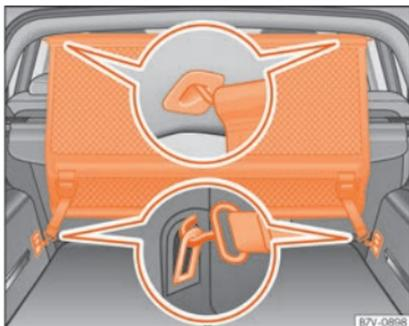

Fig. 171 Na bagageira: montar a rede de separação atrás da segunda fila de bancos.
• Engate a rede de separação no suporte esquerdo traseiro do teto »» Fig. 171. Para isso, certifique-se que guia a vareta desde a parte superior até abaixo.
- Fixe os dois ganchos da rede de separação nas faixas dianteiras da bagageira »» Fig. 171 e coloque os cintos sob tensão.
- Engate a rede de separação no suporte esquerdo dianteiro do teto »» Fig. 171. Para isso, certifique-se que guia a vareta desde a parte superior até abaixo.
- Solte os ganchos da rede de separação das argolas »» Fig. 171.
- Desengate a rede de separação no suporte direito traseiro do teto »» Fig. 171 pressionando a vareta.